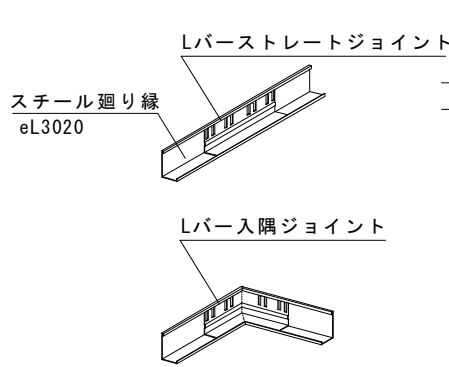

図2-4 Lバーのジョイント
- ④ 切断は化粧面から金切り鋸にて行います。
- ⑤ 切断部分は細目のヤスリにて面合わせを行います。
- ⑥ eLバーのストレートの接続はLバーストレートジョイントを使用します。(図2-4 参照)